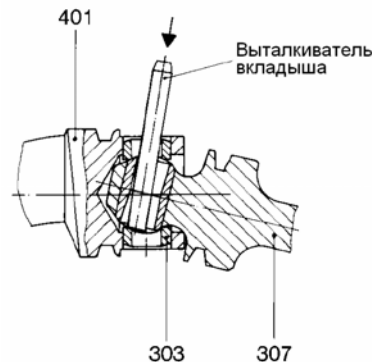

Рисунок 4: Демонтаж вкладышей для штифта соединительной тяги.
- Извлеките штифт соединительной тяги (301).
- С помощью выталкивателя вкладыша извлеките два вкладыша для штифта соединительной тяги (303) на половину. Для выполнения этой операции наклоните соединительную тягу (307) (пожалуйста, обратитесь к рис. 4 (см. ниже)).